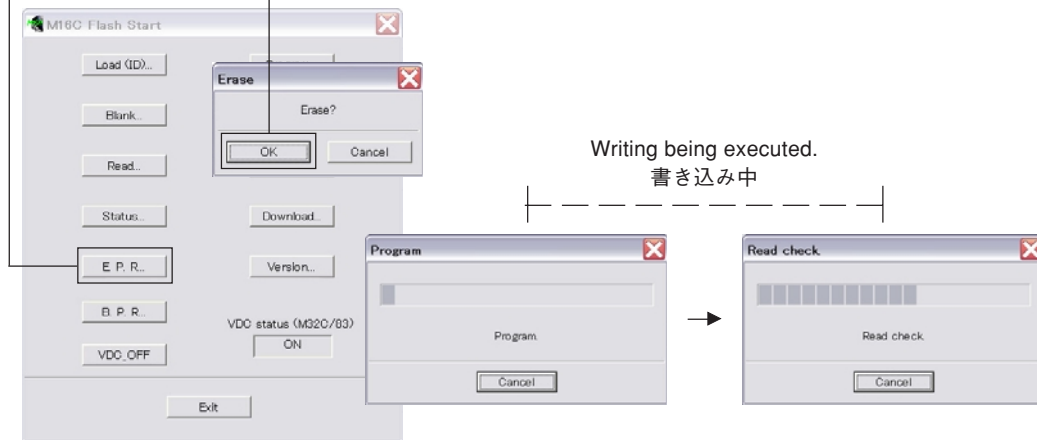

Fig. 4
10. Click [E.P.R.], the screen appears as shown below. (Fig. 4)
10. [E.P.R.]をクリックすると、下記の画面が表示されます。(Fig. 4)
Click [OK] to start writing. (Fig. 4)
[OK]をクリックし、書き込みを開始します。(Fig. 4)